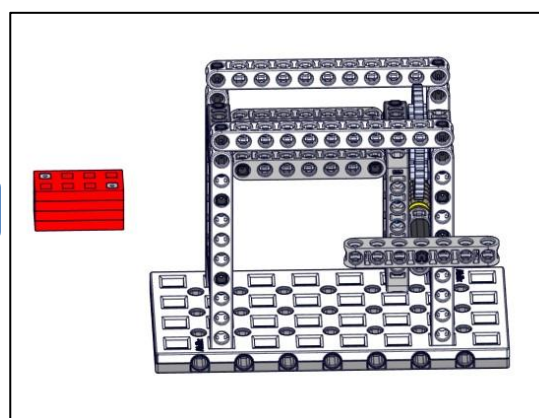

图 3-4-2 完成状态
3.4.2 机器人需转动转柄，使红色集装箱完全脱离模型为完成状态一得 30 分；把集装箱带回基地为完成状态二加计 30 分。如图 3-4-2 所示。